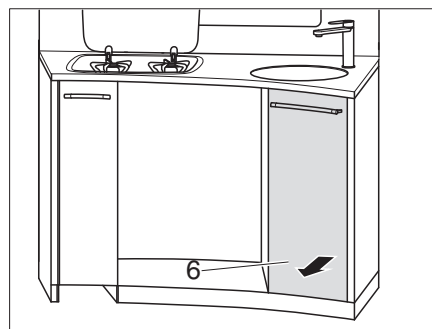

Bild 129 Ta ut hög kökslåda
- Ta ut hög kökslåda (Bild 129,6).